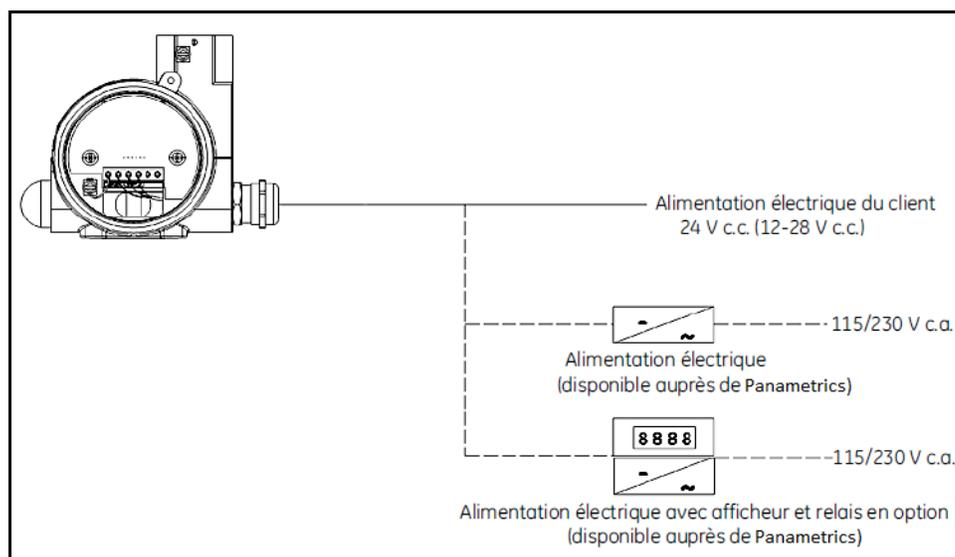

Figure 5: Options de configuration système
-15°C à +85°C (5°F à 185°F), humidité absolue 1 à 350 g/m3, rapport de mélange 1 à 830 g/kg, ou plage personnalisée correspondant à 4-20 mA. La Figure 5 ci-dessous illustre les options courantes de configuration du système.